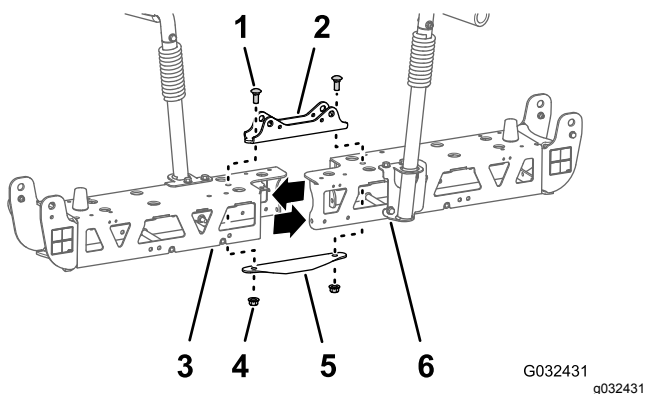

Figura 51
2. Retire os 2 parafusos de carroçaria (1/2 x 1-1/4 pol.) e as 2 porcas de bloqueio (1/2 pol.) que prendem a montagem do cilindro estreita, as estruturas de armação esquerda e direita e a placa de ancoragem estreita (**Figura 51**).